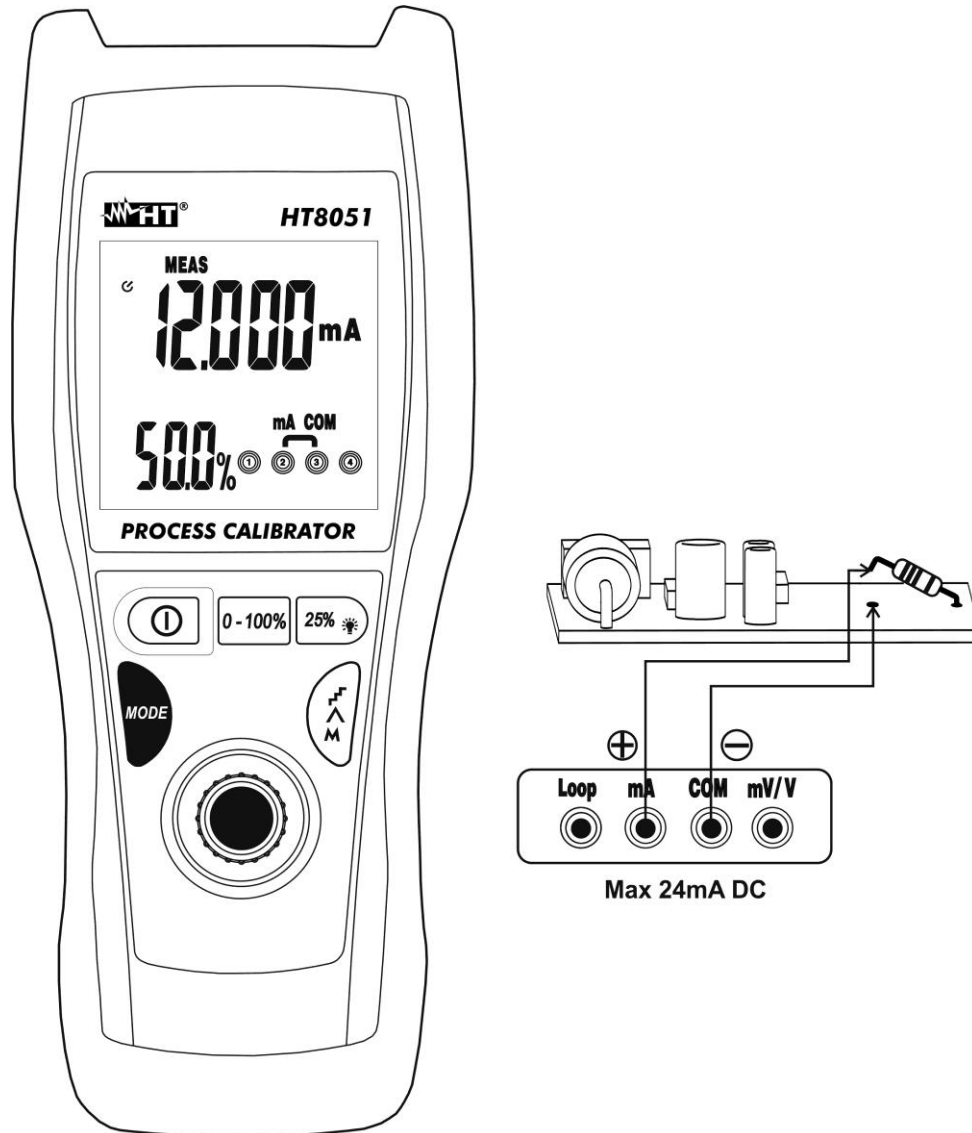

Fig. 5 : Mesure de Courant CC
4. Connecter l'embout vert et l'embout noir en série au circuit duquel on veut mesurer le courant en respectant la polarité et la direction du courant (voir la Fig. 5).
6. Le message « **-OL-** » indique que le courant sous test dépasse la valeur maximale mesurable par l'instrument. L'instrument ne pas effectuer des mesures de tension de polarité opposée par rapport à la connexion de la Fig. 5. La valeur "0.000" est affiché sur l'écran.